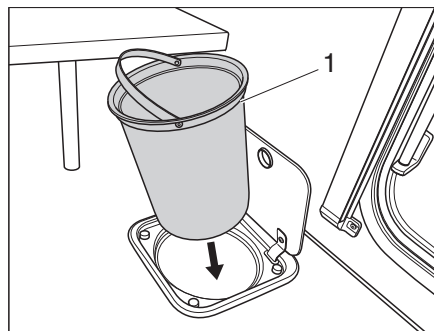

Bild 149 Avfallsbehållare kök
- Haka av avfallsbehållaren (Bild 149,1) och töm enligt gällande föreskrifter.